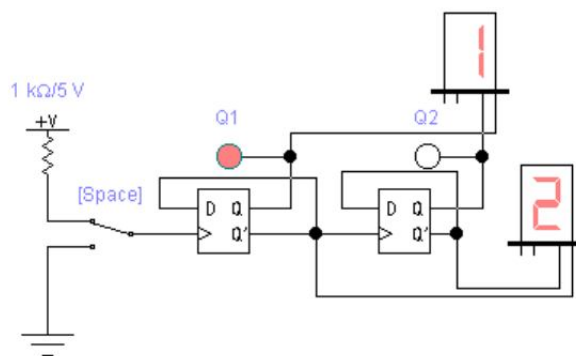

Рис.1. Схема двухразрядного двоичного счетчика
1.1. Смоделируйте схему электрическую функциональную двухразрядного двоичного счетчика (рис.1), разработанного в среде Electronics Workbench.